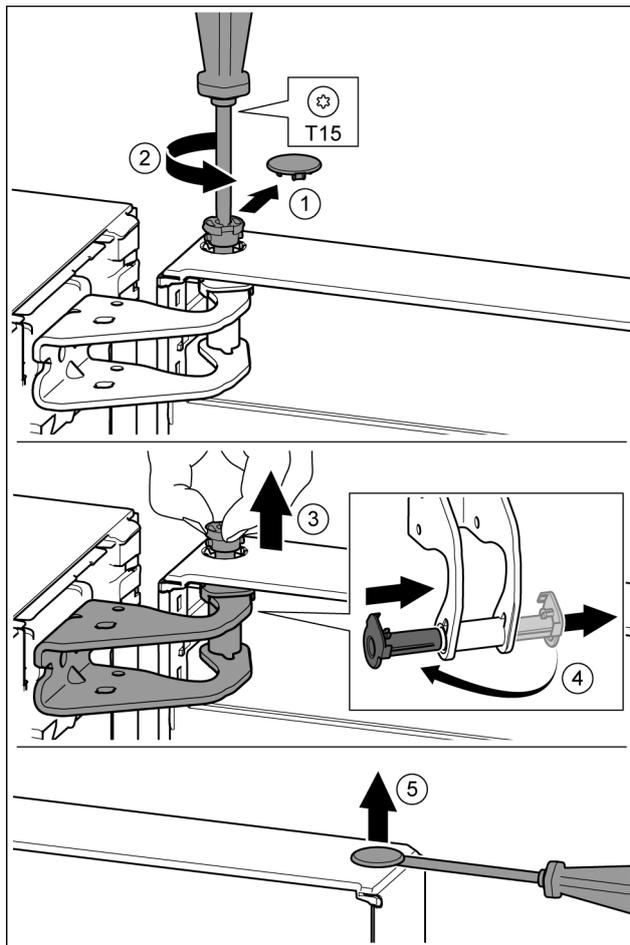

Fig. 10
- ▶ Facendo attenzione, togliere la copertura di sicurezza. Fig. 10 (1)
- ▶ Con un cacciavite T15 svitare leggermente il perno. Fig. 10 (2)
- ▶ Trattenere la porta ed estrarre il perno con le dita. Fig. 10 (3)
- ▶ Estrarre la boccola del supporto dalla guida. Inserire dall'altro lato e innestare a scatto. Fig. 10 (4)
- ▶ Con un cacciavite sollevare con attenzione i tappi dalla boccola del supporto porta ed estrarli. Fig. 10 (5)